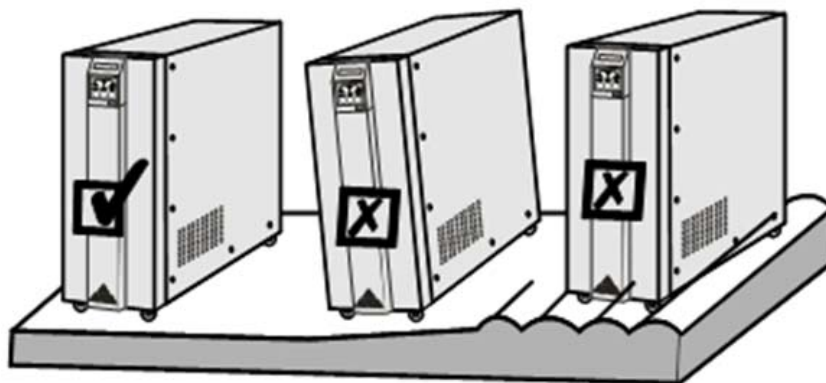

Рис. 3
1. Не размещайте ИБП на наклонной поверхности или на неровной поверхности (Рис. 3)